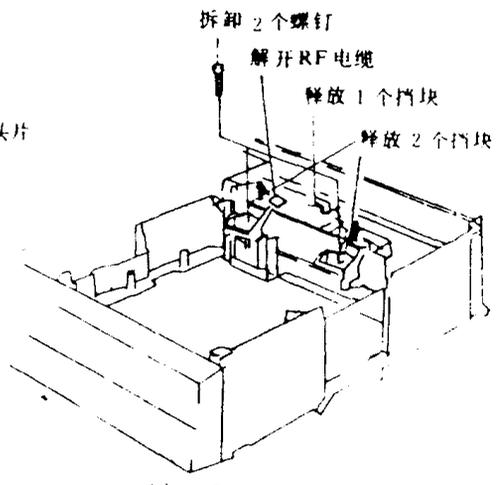

图 1-5
③拆卸调谐器/中频部件,如图 1-5 所示。
②解开 RF 电缆, 见图 1-5。
③释放 1 个调谐器/中频部件的挡块上锁。
④释放调谐器/中频部件的挡块, 拆卸 2 个螺钉而拉出调谐器/中频部件。